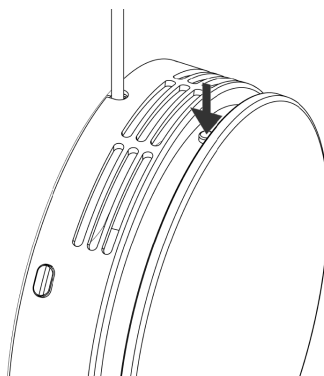

Figure 27 - Démarrez la centrale.
2. Appuyez sur le bouton du haut pour démarrer la centrale (voir Figure 27 ci-dessous).